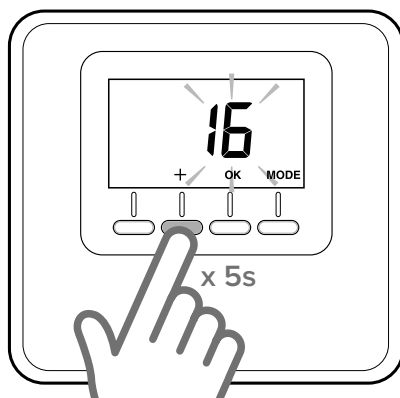

Fig. 14
- Pressionar durante 5 segundos a tecla “+” no sensor ambiente (Fig. 14).